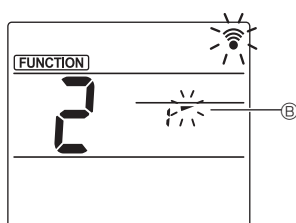

Fig. 3-3
- De waaierhoek instellen (Fig. 3-3)